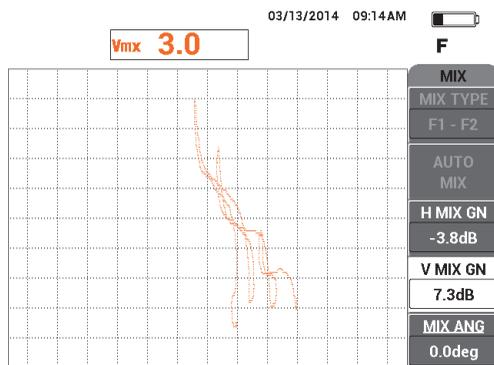

Рис. 5-111 Настройка значения В МИКШ.УС
21. Увеличьте значение **В МИКШ.УС** (клавиша E), так чтобы максимальная амплитуда сигнала достигала 80 % высоты экрана (см. Рис. 5-111 на стр. 218).